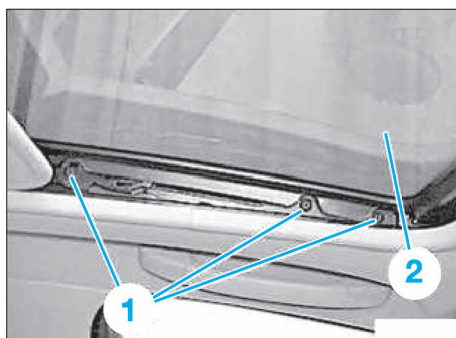

FIG. 73
- Déposer les vis (1) à gauche et à droite (Fig.73).